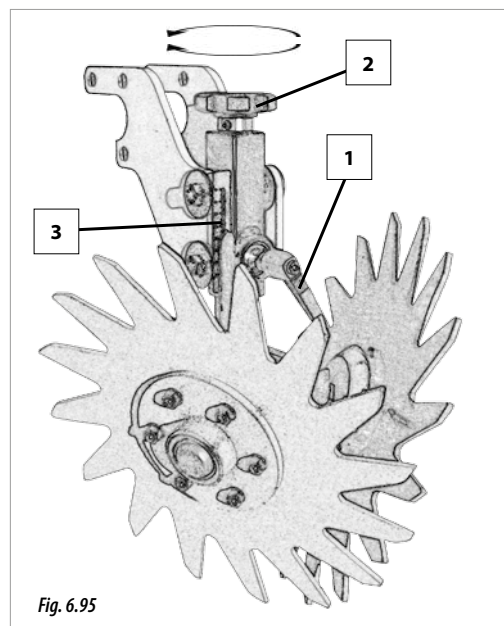

Fig. 6.95
- 1- Aflojar la palanca de fijación (1, Fig. 6.95).
- 2- Girar el pomo (2, Fig. 6.95) hasta situar la altura de trabajo deseada, para regular la altura ayúdese con la escala regulada (3, Fig. 6.95).
- 3- Fijar la posición mediante la palanca (1, fig. 6.95).